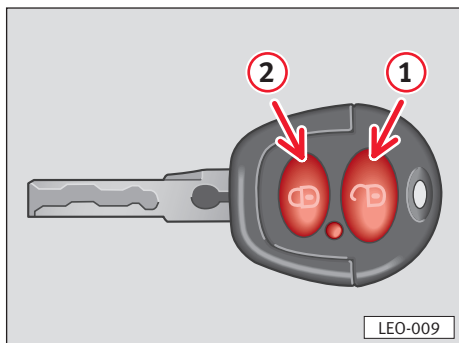

Fig. 51
- É necessário utilizar as **duas** chaves que se entregam com o veículo, a chave **com emissor de frequência radial** (A) e a chave convencional (B).
- A chave (B) se utiliza para ligar a ignição e a chave (A) deve ser a chave para programar.
- Colocar a chave (B) na posição de contacto dentro do fecho de direcção e arranque.
- Com a chave (A), fechar de forma mecânica a porta do condutor.
- A seguir, **abrir e fechar** de forma mecânica o fecho da porta do condutor através da chave (A), manter premido ao mesmo tempo o interruptor (1) **Abriu** da chave em questão ⇒ fig. 51.